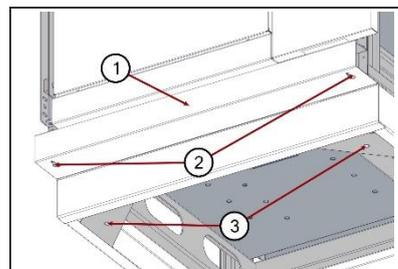

Fig. 1
- Sur socle inox, dévisser le capot situé au-dessus du socle (Fig. 1 – Rep. 1 & 2) afin d'accéder aux boulons permettant le nivellement du fourneau situés dans le socle (Fig. 1 – Rep. 3). Agir sur ces derniers de façon à niveler le fourneau.